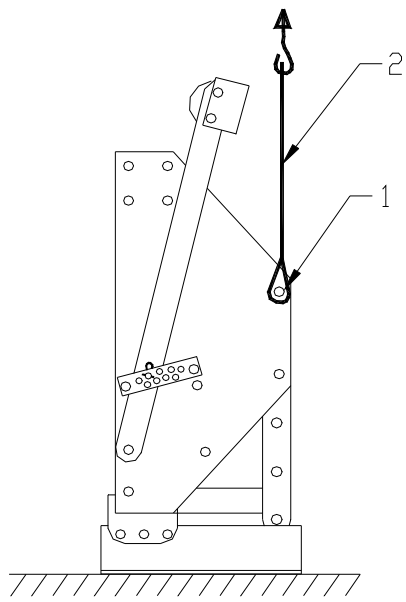

Fig. 1.
Die Maschine wird auf einer Palette geliefert. Zur Ankopplung der Maschine an einen Traktor, gehen Sie bitte wie folgt vor (siehe Abb.1, 2, 3, 4, 5 und 6)
2. Befestigen Sie ein etwa 2,5m langes Tragseil mit Schlinge 2 mit Hilfe von D-Bügeln an den Löchern 1 auf beiden Seiten der Maschine, wie in Abb.1 dargestellt.
- @ Die Position der Klingen am Rotor, sowie die Position des Rotors am Hauptrahmen ist entscheidend für den erfolgreichen Einsatz der Maschine. Daher ist es sehr wichtig, die Punkte anhand der Abb. 1 bis 6 und des Kapitels 12 sorgfältig zu überprüfen.